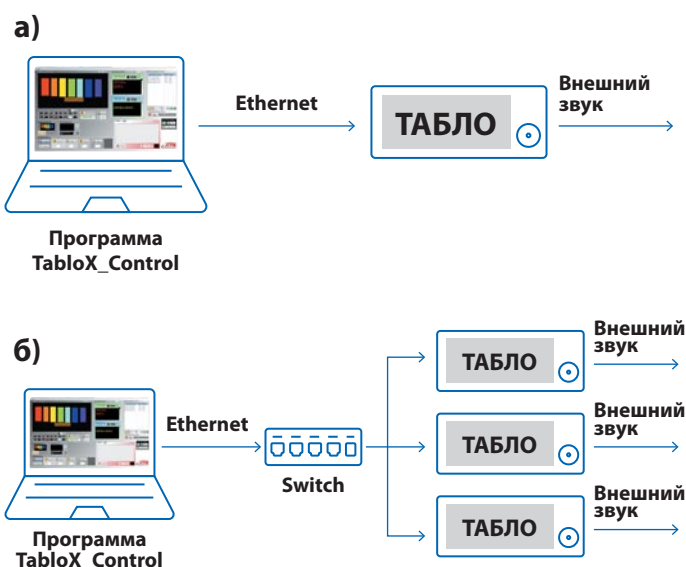

Рисунок 5. Подключение Табло к компьютеру.
1. Командой от программы TabloX_Control. Для этого нужно иметь постоянное подключение Табло к компьютеру по сети Ethernet (рис.5). Таких Табло может быть столько, сколько позволяет подсеть компьютера. Изображения и тексты можно закачать однократно, а впоследствии командами от компьютера выбирать нужную страницу для вывода на экран. Если есть необходимость, то можно изображения и тексты закачивать в процессе работы и выбирать нуж-
2. Командами в протоколе Modbus TCP от программы, используемой вами. Для этого нужно иметь постоянное подключение всех Табло к компьютеру по сети Ethernet (рис.5).